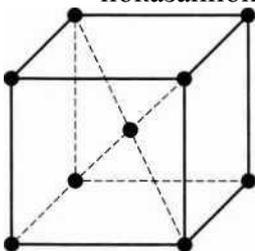

Рис. 1.1. Кубическая объемно-центрированная решетка
6. Изобразите кубическую гранецентрированную и гексогональную плотноупакованную кристаллические решетки аналогично кубической объемно-центрированной решетке, показанной на рис. 1.1. Приведите характеристики, следуя представленному примеру.